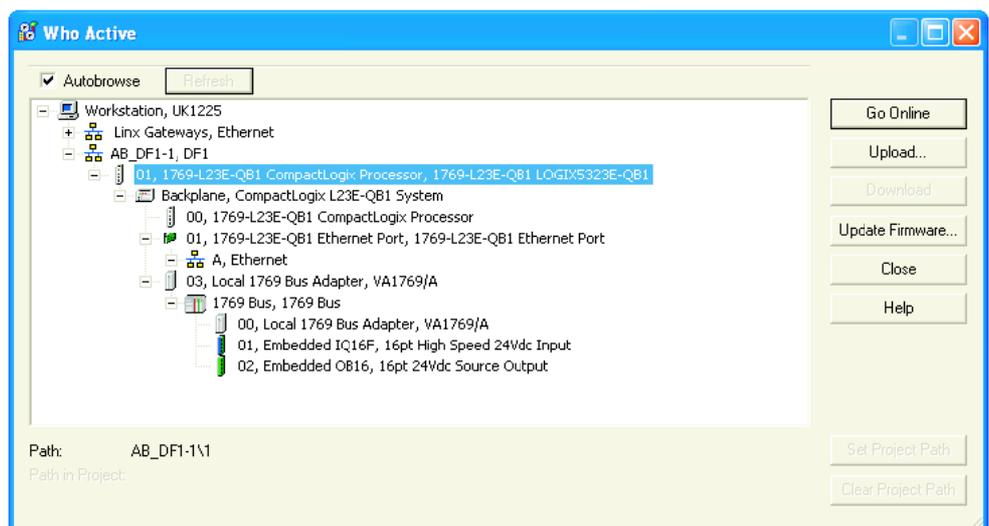

Figure 80 Fenêtre Qui actif
1. Sélectionner l'instrument pertinent (Figure 80) et cliquer sur « Actualiser le firmware ». Dans la fenêtre « Choisir révision firmware », sélectionner la version la plus récente. Cliquer sur « Actualiser ».